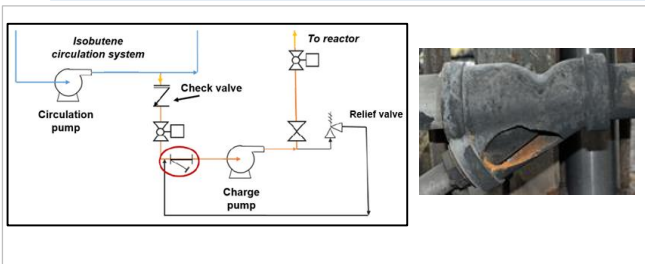

Figure 1. À gauche, schéma de l'incident de 2019, (CSB Rapport No. 2019-02-I-TX). À droite, crépine rompue (CSB), à partir du cercle rouge dans le schéma.
- Les liquides et les solides ont des molécules et des atomes serrés et même une très haute pression ne peut pas les comprimer beaucoup. Lorsqu'ils sont chauffés, ils se dilatent; beaucoup plus pour les liquides que pour les solides. Les pipelines en service chaud ont des boucles de dilatation compensatoires et les liquides bloqués sans espace de gaz ou dispositif de décharge peuvent rompre l'équipement, comme le montre la Figure 1.